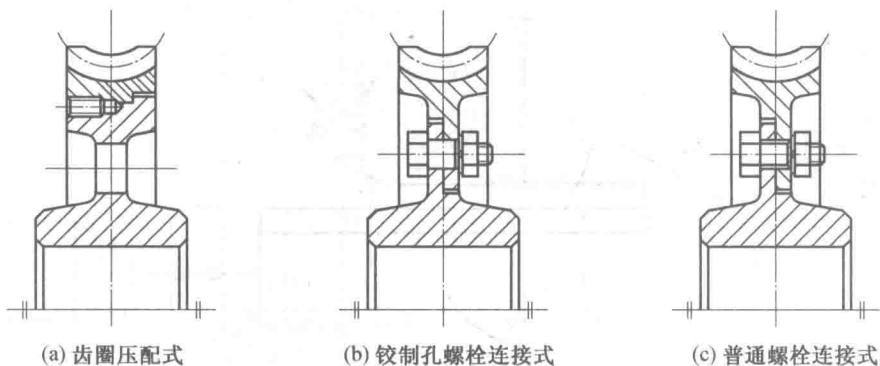

图 22
1. 对图 22, 每个螺纹连接画得正确, 1 分; 考虑定位且无过定位, 1 分。